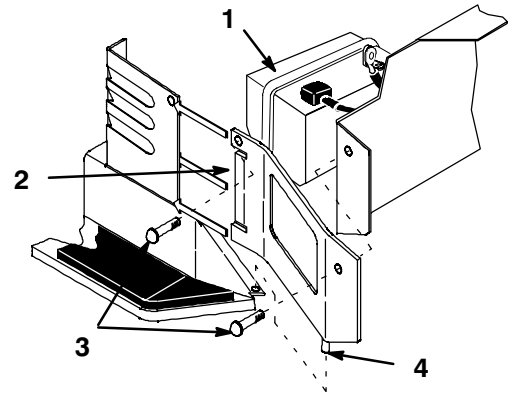

Bild 37
3. Entfernen Sie die Seitenwände, um sich zum Entfernen der Batterie Platz zu machen (Bild 37). Entfernen Sie die Schrauben und heben die Batterie aus dem Lenksäulenkasten und über den Stift und die Vorsprünge der Seitenwände.
1. Bauen Sie die Batterie im Traktor ein (Bild 37).
5. Montieren Sie die Seitenwände, indem Sie die Vorsprünge in den Lenksäulenkasten schieben und den Stift in den Flansch am Fußbrett einschieben. Sichern Sie die Gruppe mit Schrauben ab (Bild 37).